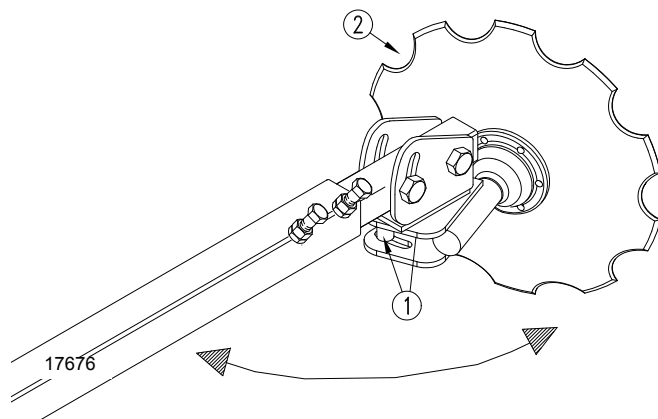

Рисунок 3-11
Изменение угла установки диска. Если диск маркера оставляет нечеткий след, следует установить диск под таким углом, чтобы след был более широким. См. Рисунок 3-11. Ослабьте два 0,5-дюймовых (1,27 см) болта (1), фиксирующие диск в сборе (2). Поверните диск до нужного угла наклона.